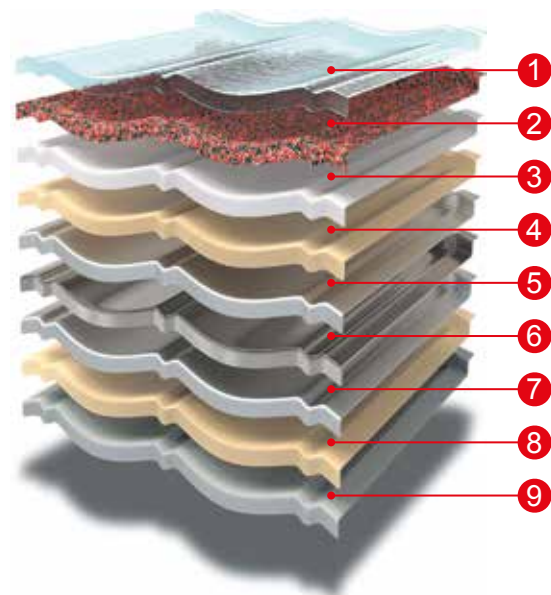

Рисунок 1
3.1.2 Структура панелей композитной черепицы многослойна, с основой из стали толщиной 0,45 мм (0,6 мм и 0,9 мм), покрытой слоем алюминия, цинка и магния (магнелиз ZnMg 250 гр/кв.м) Дополнительной защитой с нижней стороны материала служат слои эпоксидной грунтовки и полиэстера, с верхней стороны – эпоксидной грунтовки, акриловой смолы, гранулы натурального камня и акриловой глазури (Рисунок 1).